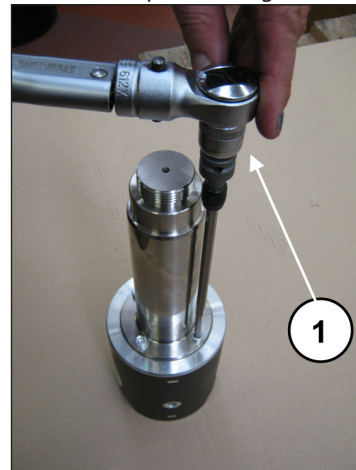

Fig. 50
Bloquer le guide de piston dans un étau à l'aide d'un outil spécial et serrer les vis à l'aide d'une clé dynamométrique (rep. ①, Fig. 50) selon les explications figurant au chapitre 3.